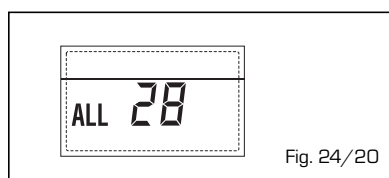

Fig. 24/20
- ANOMALÍA NÚMERO TARJETAS CONECTADAS "ALL 29" (fig. 24/21)